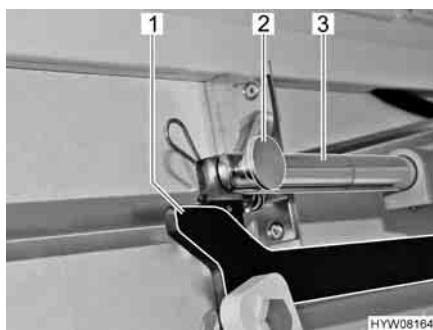

Fig. 76 Azionamento
- Rimuovere il collegamento (copiglia e bullone) (Fig. 76,2) tra la biella (Fig. 76,3) e la leva (Fig. 76,1).
- Afferrare dal basso tra parete laterale e la tiranteria del letto basculante e rimuovere il collegamento (copiglia e bullone) (Fig. 76,2) tra la biella (Fig. 76,3) e la leva (Fig. 76,1).